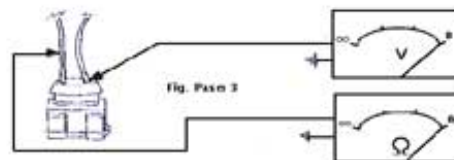

Fig. Paso 3
Una tercera verificación del sistema consiste en desenchufar la ficha del sensor, poner el auto en contacto y medir con el tester en la opción voltímetro de C.C. (DC) escala de 20 Volts si en uno de los contactos están presentes + 5Volts. Una vez comprobada esta tensión, medir desde el otro contacto de la ficha con el tester en la opción de ómetro, si se tiene continuidad con masa. (ver fig. paso 3). Si el resultado de esta comprobación es correcta, continuar al paso siguiente. Si fuera incorrecta alguna de estas mediciones comprobar cable, fichas, masa, etc.